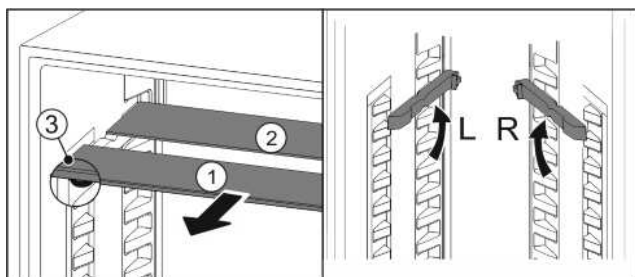

Fig. 18
- По одной извлеките Fig. 18 (1) стеклянные панели движением вперед.
- ▷ Стеклянная панель Fig. 18 (1) со стопорами лежит спереди.
- ▷ Стопоры показывают вниз Fig. 18 (3).